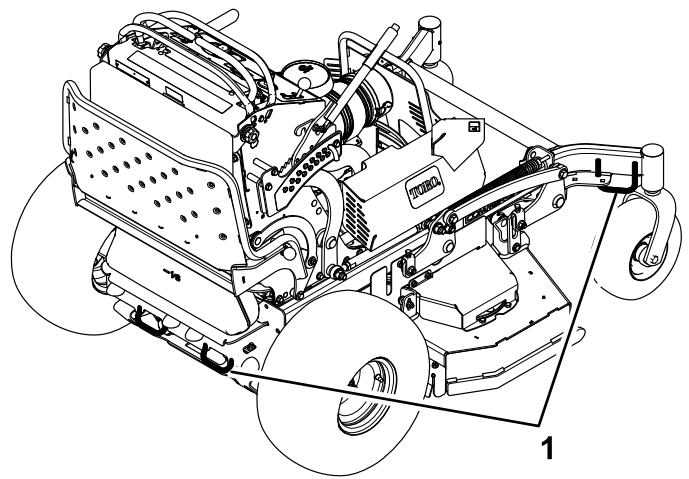

Figura 27
7. Ancorate la macchina accanto alle ruote orientabili anteriori e al paraurti posteriore con cinghie, catene, cavi o corde (Figura 27). Fate riferimento ai regolamenti locali per i requisiti di ancoraggio.